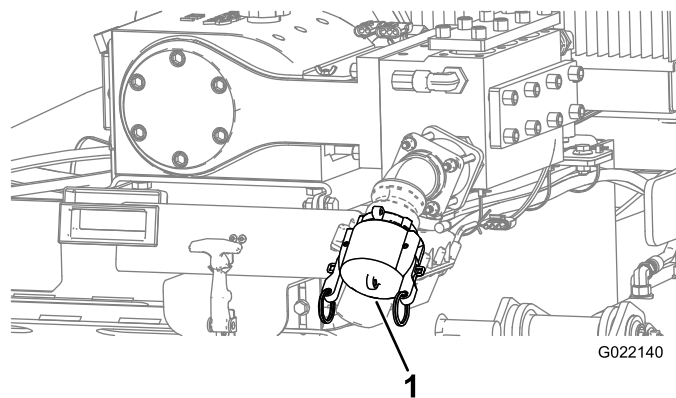

Figure 114
- C. Vérifiez que le bouchon est en place sur l'entrée de la pompe à fluide de forage (Figure 114).